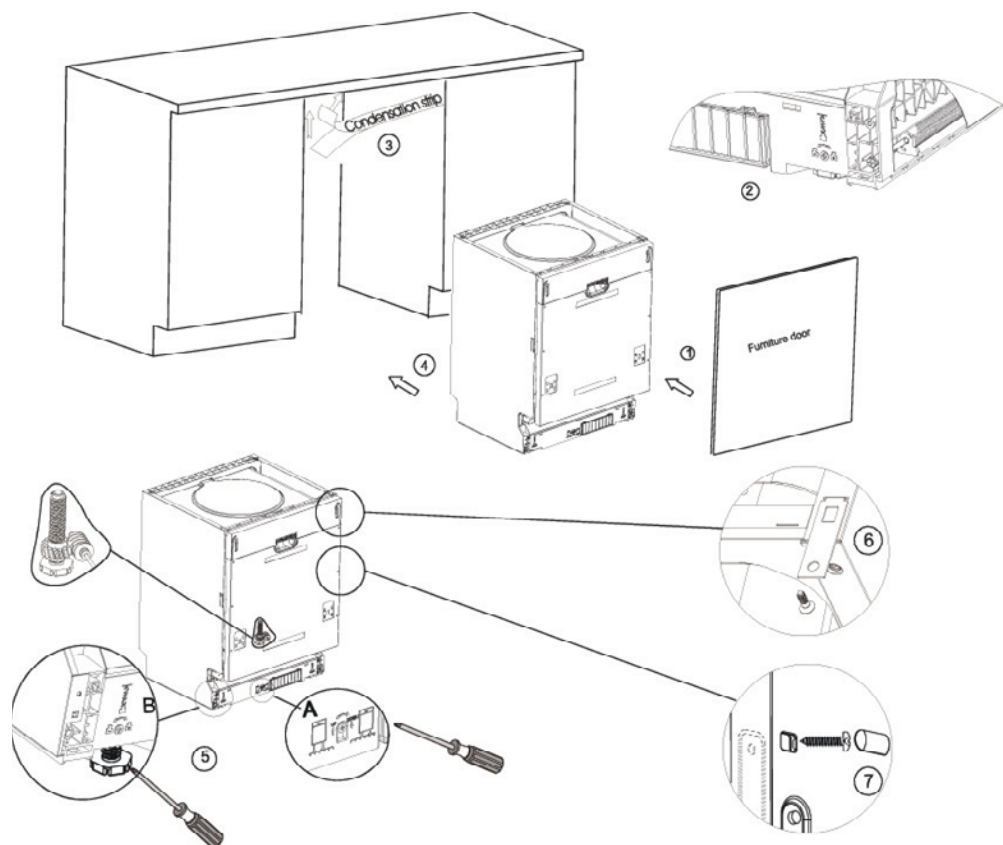

Рис. 7. Последовательность установки посудомоечной машины
1. Используя скобы, прикрепите декоративную дверцу от вашей мебели к дверце машины (см. п. 1 на рис. 7).
- судомоечной машины (см. п. 2 на рис. 7).
6. Поместите посудомоечную машину на направляющие (см. п. 4 на рис. 7).
9. Выровняйте машину. Задние ножки можно регулировать винтами, расположенными спереди (см. п. 6а на рис. 7). С помощью ключа отрегулируйте передние ножки (см. п. 6в на рис. 7).
- А. Если у Вас столешница из дерева или ДСП, прикрутите машину к ней шурупами по дереву, будьте осторожны, вес машины может вырвать шурупы из дерева (см. п. 7 на рис. 7).
- В. Если у Вас мраморная или гранитная столешница используйте скобы, чтобы прикрепить машину к стенам соседней мебели, при этом необходимо закрыть винты резиновыми шляпками, чтобы не повредить столешницу (см. п. 8 на рис. 7).
2. Машина разработана так, чтобы пользователь мог регулировать ножки, используя винты в передней части (см. рис. 7).